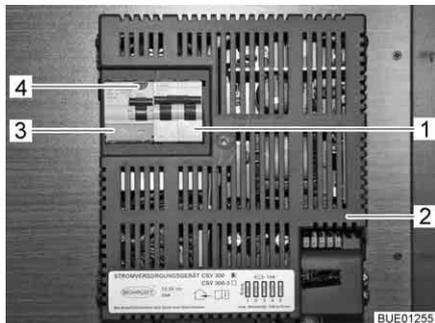

Fig. 131 Disjoncteur automatique de 230 V et disjoncteur FI (CSV 300)
Un disjoncteur différentiel (disjoncteur FI) (Fig. 131,3) dans l'appareil d'alimentation électrique CSV 300 (Fig. 131,2) protège tout le véhicule contre le courant différentiel (0,03 A).
Le réseau de bord de 230 V est protégé par un disjoncteur automatique bipolaire (Fig. 131,1) monté en aval dans l'appareil d'alimentation.
- Lorsque le véhicule est raccordé à l'alimentation 230 V, appuyer sur la touche de contrôle (Fig. 131,4). Le disjoncteur différentiel (disjoncteur FI) doit se déclencher.